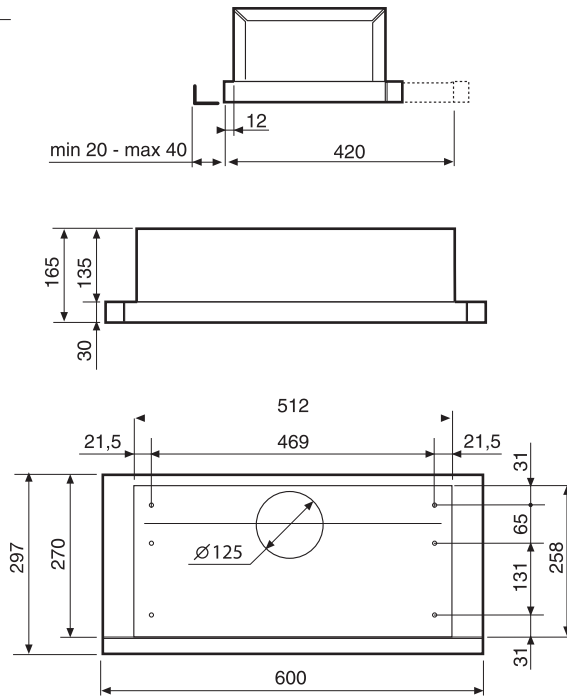

Abb. 1
- Nach dem Schema in (Abb.1) vorbohren.